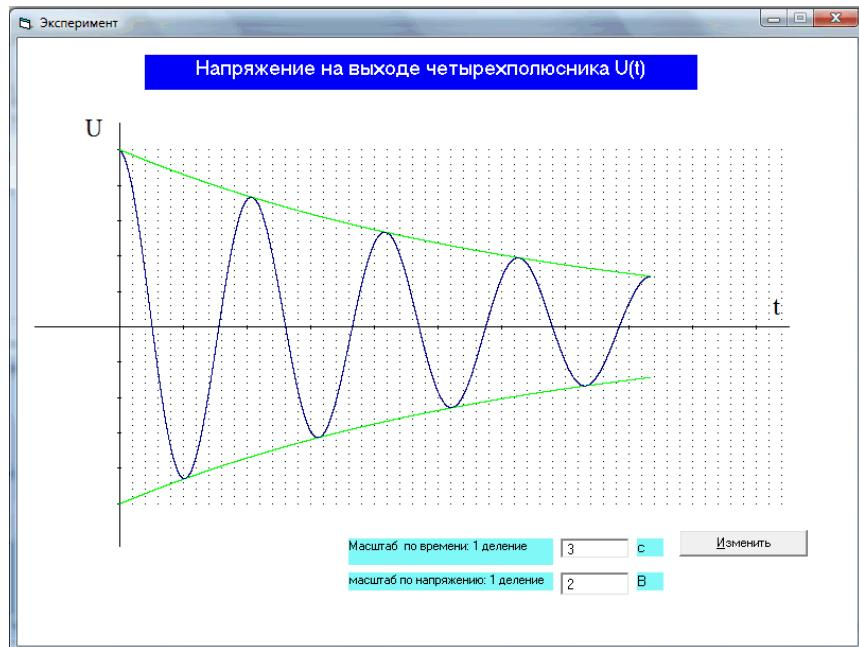

Рисунок 3– Окно функциональной зависимости
2.4. Нажать на кнопку «OK» и получить переходную характеристику или зависимость напряжения на выходе четырехполюсника от времени. Пографикам определить установившееся значение напряжения и ее свободную составляющую рисунок 3.
Рисунок3 – Окно построения графикафункции ввестинужный масштаб(дробноесловводитсяиспользованиемточки,например1,2,следуетнабрать1.2)инажать кнопку«Изменить».Появитсяформадлявводаданных.На этой форменажать кнопку«OK».